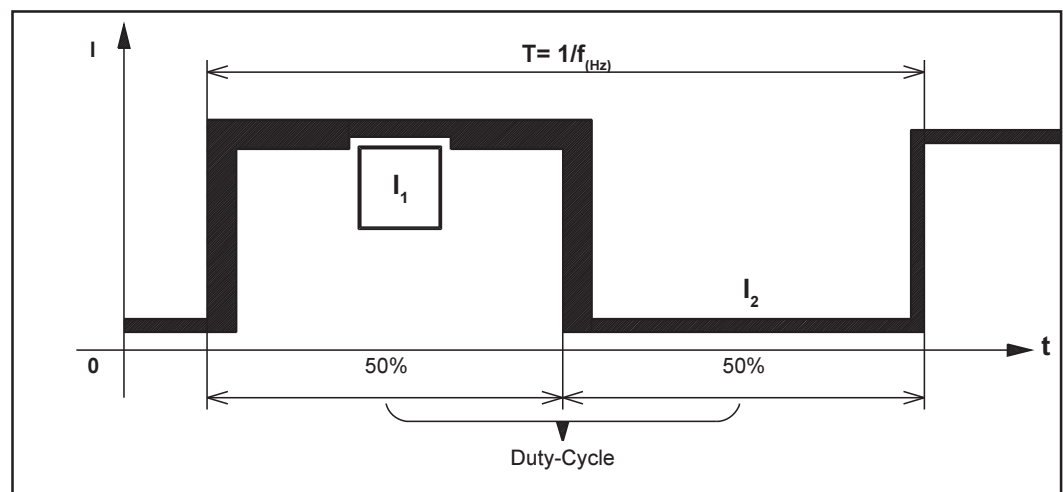

Fig. 23 Exemplo de regulação: Duty-Cycle na posição "50"
**(25) Regulador da corrente básica  $I_2$**
**(26) Regulador do Duty-Cycle %**
**Regulador do Duty-Cycle na posição "50" (ver Fig. 23)**